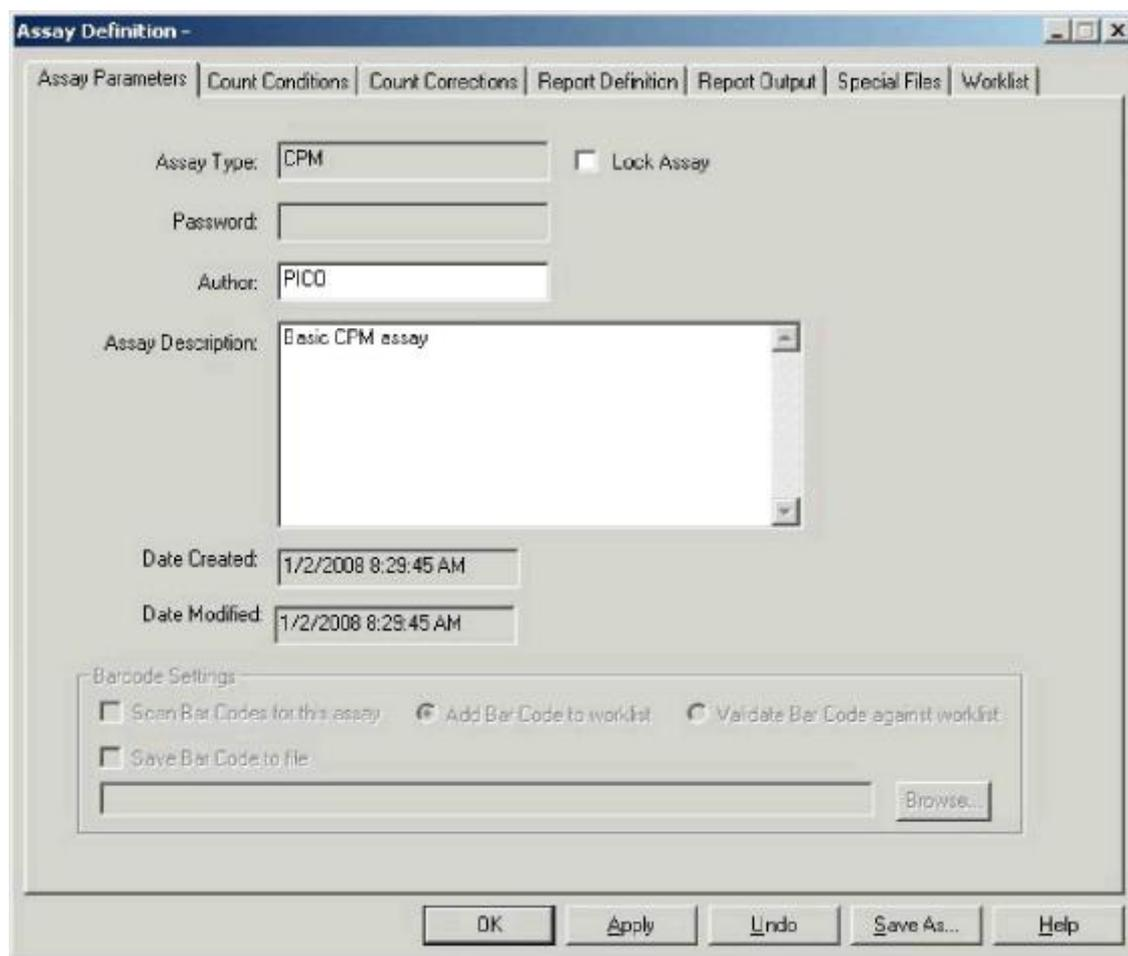

Рисунок 2-14 Окно *Assay Definition (Определение анализа)*.
3. Когда появляется окно *Assay Definition (Определение анализа)* (Рисунок 2-14), при необходимости отредактируйте параметры анализа на каждой из семи вкладок в окне. Дополнительную информацию об окне *Assay Definition* см. на странице 103.